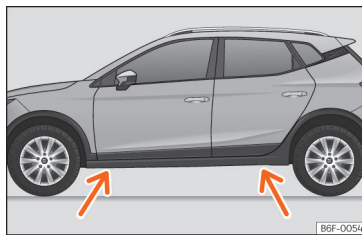

Fig. 198 Pontos de apoio do macaco.
- Procure na longarina a marca do ponto de apoio do macaco (zona afundada) mais próximo da roda a substituir » » » Fig. 198.